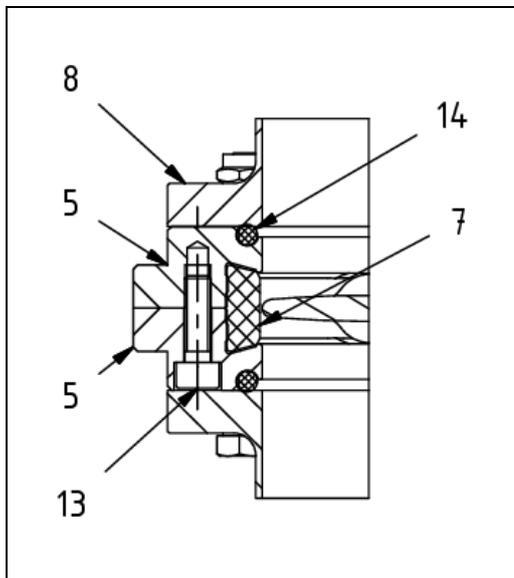

Abb. 6.2: Verschrauben der Innenflansche (1)
- Legen Sie die O-Ringe (Abb. 6.2, Pos. 14) in die Nut der Innenflansche (Abb. 6.2, Pos. 5).
- Positionieren Sie das Ventil zwischen den Außenflanschen (Abb. 6.2, Pos. 8). Achten Sie auch hier darauf, dass die Bohrungen im Außenflansch und im vormontierten Ventil fluchten.